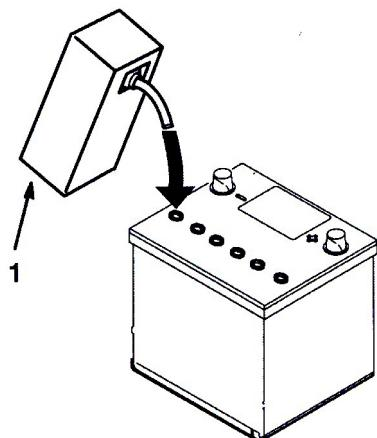

図5
4. 電解液が電極板に吸収されるまで、20~30分間待つ。各セルの電極板が液面下 6mm 程度に水没するように、必要に応じて電解液を補充する(図5)。